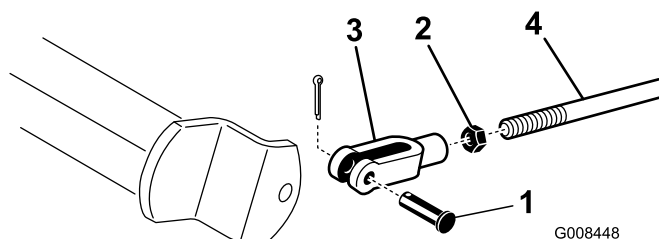

Figure 47
2. Si les freins ne se bloquent pas uniformément, désaccouplez les tiges de frein en retirant la goupille fendue et l'axe de chape (Figure 47).
3. Desserrez l'écrou de blocage et réglez la chape comme il convient (Figure 47).
4. Montez la chape sur l'arbre de frein (Figure 47).